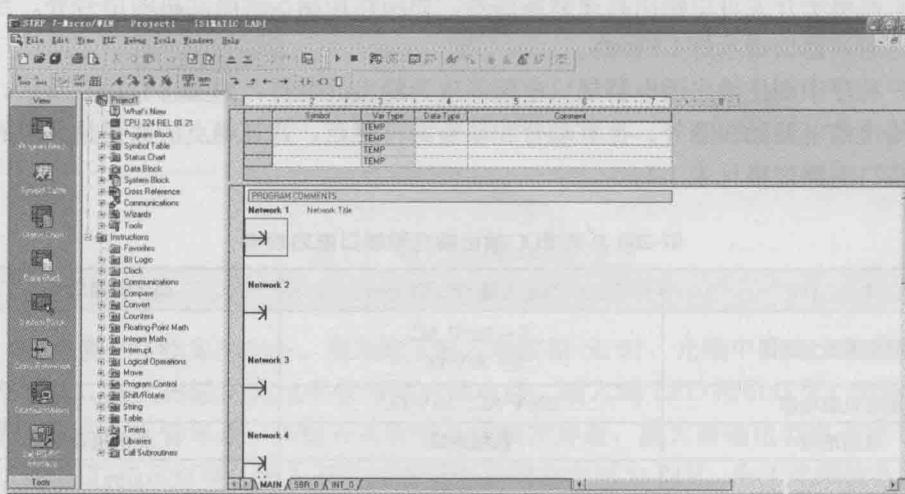

图 1-5 S7-200 编程软件的英文操作界面
(1) 启动编程软件。STEP 7-Micro/WIN V 4.0 是西门子公司 S7-200 系列 PLC 编程软件，能协助用户创建、编辑、下载或上传用户程序，并具有在线监控功能。软件安装简便，双击 Setup.exe 安装文件即可。当安装成功后首次启动编程软件时，其默认的英文操作界面如图 1-5 所示。